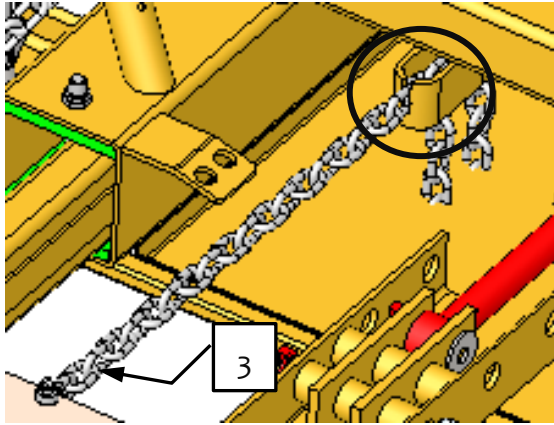

Fig. 6
Tag begge begrænsningskæder (3) af (Fig. 6).